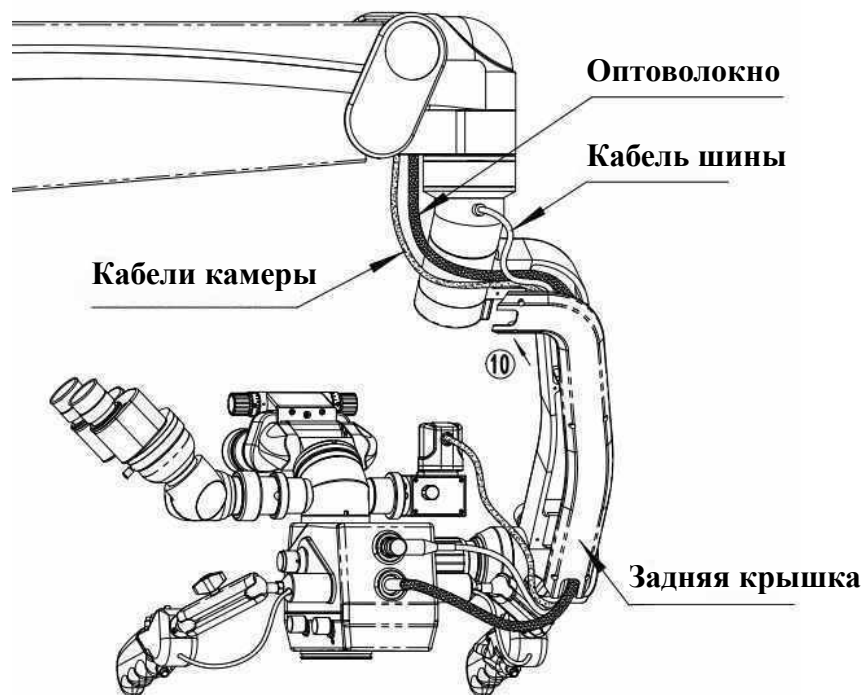

Рис. 8. Проведение кабелей через заднюю крышку.
(6) Проведение кабелей через заднюю крышку (см. рис. 8)
⑩ Снимите заднюю крышку за поворотным рычагом, затем вставьте оптоволоконно, кабель камеры и кабель шины в свободное отверстие за поворотным рычагом и установите заднюю крышку на место.